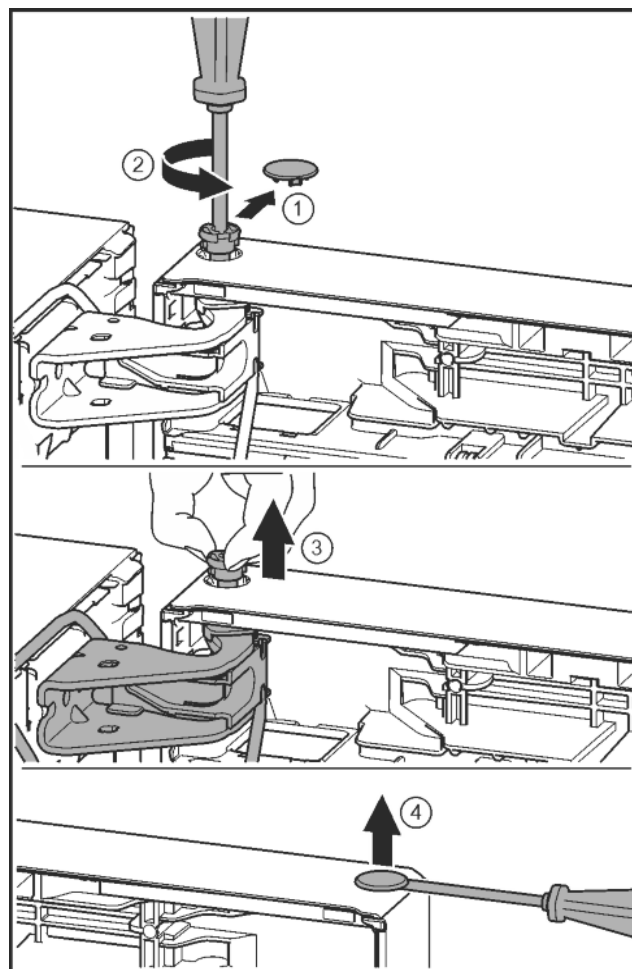

Fig. 21
- ▶ Enlever délicatement le cache de sécurité. Fig. 21 (1)
- ▶ Dévisser légèrement le boulon avec un tournevis T15. Fig. 21 (2)
- ▶ Tenir fermement la porte et sortir le boulon avec les doigts. Fig. 21 (3)
- ▶ Soulever délicatement le bouchon en dehors de la douille de palier de porte avec un tournevis plat et le sortir. Fig. 21 (4)